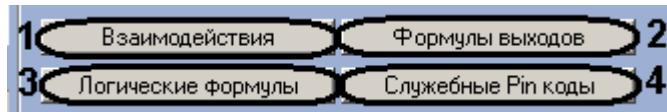

Рис. 3.3-12 Задание параметров объекта Контроллер доступа Elsys-MB
8. Для установки реакций на регистрируемые события необходимо нажать кнопку **Взаимодействия** (Рис. 3.3-12, 1).
9. Для редактирования формул управления работой выходов необходимо нажать кнопку **Формулы выходов** (см. Рис. 3.3-12, 2).
10. Для добавления и редактирования логических формул нажмите кнопку **Логические формулы** (см. Рис. 3.3-12, 3).
11. Для добавления служебных PIN-кодов необходимо нажать кнопку **Служебные Pin коды** (см. Рис. 3.3-12, 4).